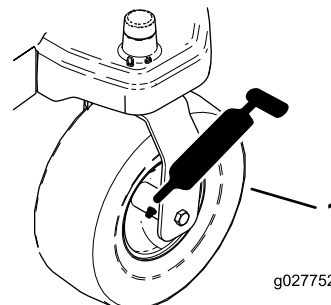
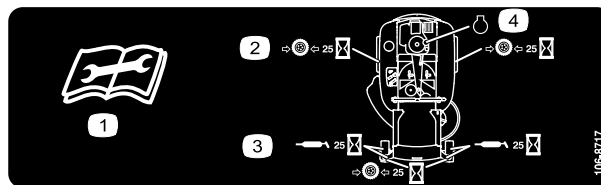

Bild 24
Bild 25
3. Reinigen Sie die Schmiernippel (Bild 24 und Bild 25) mit einem Lappen.
4. Setzen Sie die Fettpresse nacheinander an allen Nippeln an (Bild 24 und Bild 25).